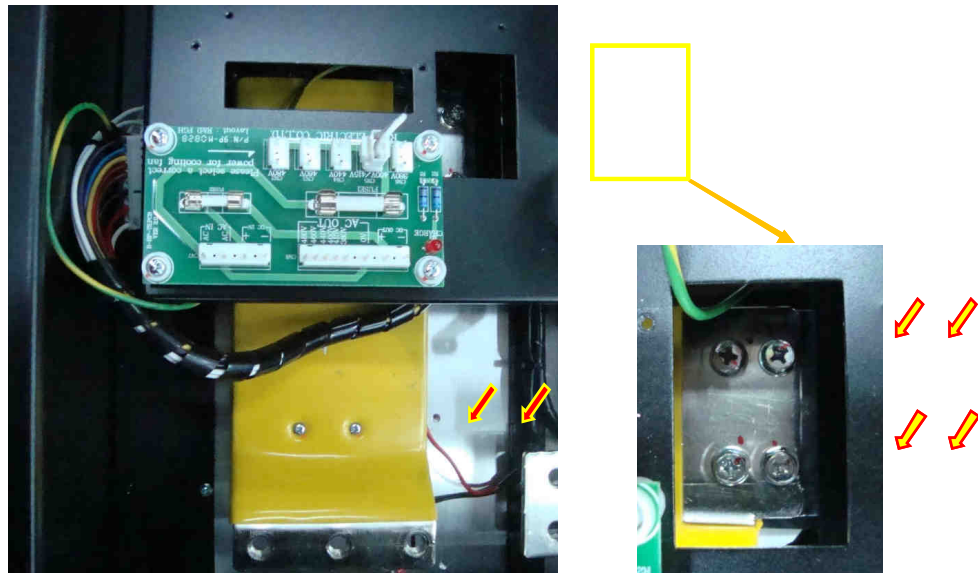

Рис. 7.23.
7.11.3.6. Присоединить силовую перемычку цепи «+» к соответствующим контактным площадкам шины «+» внутри блока конденсаторов (4 винта, желтые стрелки) и к изолятору (2 винта, красные стрелки), винты затянуть (рис. 7.23).